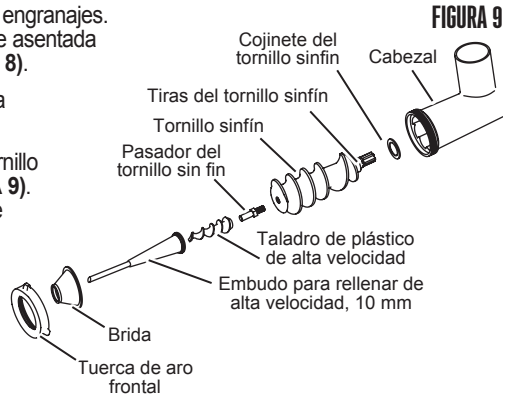

FIGURA 9
3. Inserte el tornillo sinfín, con el cojinete del tornillo sinfín instalado, dentro del cabezal (**FIGURA 9**). Alinee las tiras del tornillo sinfín con el eje de transmisión del molino.